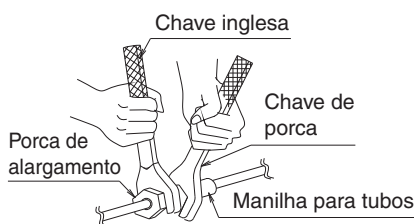

Fig. 6
- Certifique-se de que utiliza uma chave-inglesa e uma chave de porcas em conjunto, conforme ilustrado no desenho, ao ligar e desligar tubos da unidade. **(Consulte a Fig. 6)**